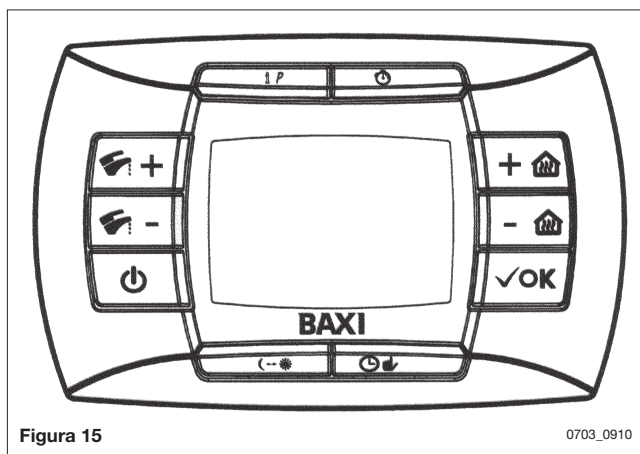

Figura 15
- premere e mantenere premuto il tasto  e successivamente premere il tasto  (vedere figura 15).